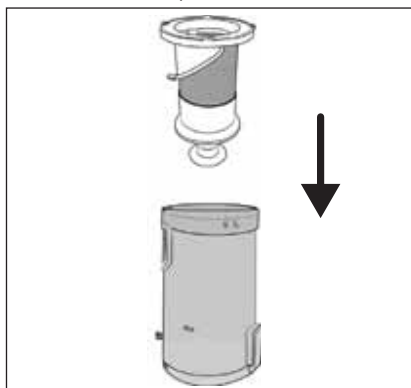

Fig. 23
- Ao limpar o filtro de aço inoxidável ⑥, assegure-se de que não perde o bocal de borracha na abertura inferior.
- 6) Coloque o filtro de aço inoxidável ⑥ no reservatório de pó ⑦ e pressione-o completamente para baixo (ver fig. 23). Tenha atenção aos elementos de fixação de diferentes tamanhos existentes no filtro de aço inoxidável ⑥. Estes elementos de fixação só permitem colocar o filtro de aço inoxidável ⑥ numa determinada posição no reservatório de pó ⑦.